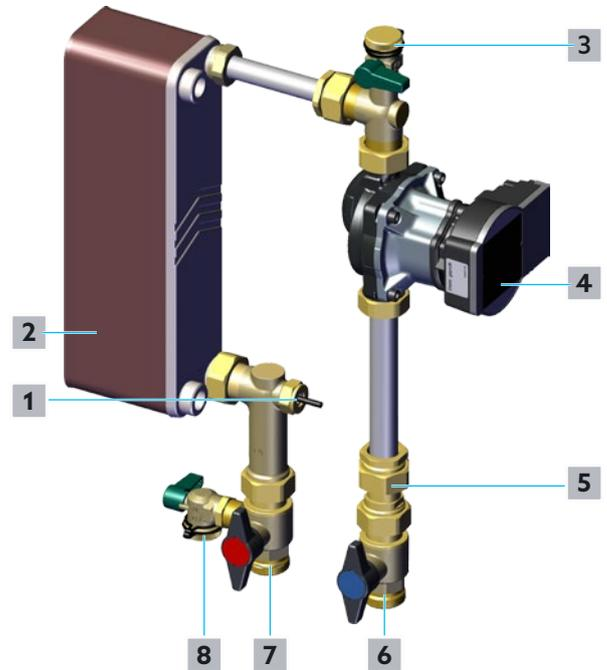

Fig. 18: Remplissage et purge du circuit ballon d'eau chaude
- 1 Ouvrir lentement le robinet d'arrêt à tournant sphérique - Aller circuit ballon d'eau chaude (position 7 sur la Fig. 18 en page 23 et position 2 sur la Fig. 2 en page 11).
- 2 Dévisser le capuchon de fermeture du robinet de vidange et de remplissage à tournant sphérique - Retour circuit ballon d'eau chaude (position 3 sur la Fig. 18 en page 23 et position 9 sur la Fig. 2 en page 11).
- 7 Ouvrir lentement le robinet d'arrêt à tournant sphérique - Retour circuit ballon d'eau chaude (position 6 sur la Fig. 18 en page 23 et position 9 sur la Fig. 2 en page 11).